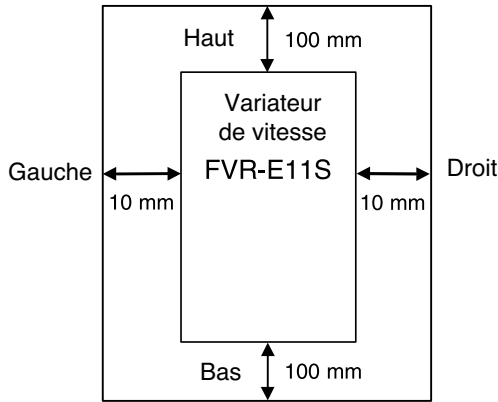

Figure 2-2-1
2. Le variateur dégage de la chaleur lorsqu'il fonctionne. Il est donc indispensable de respecter les espaces d'aération spécifiés à la Fig. 2-2-1 pour assurer un refroidissement suffisant. Etant donné que l'air chaud monte, ne pas placer l'appareil sous un équipement sensible à la chaleur.